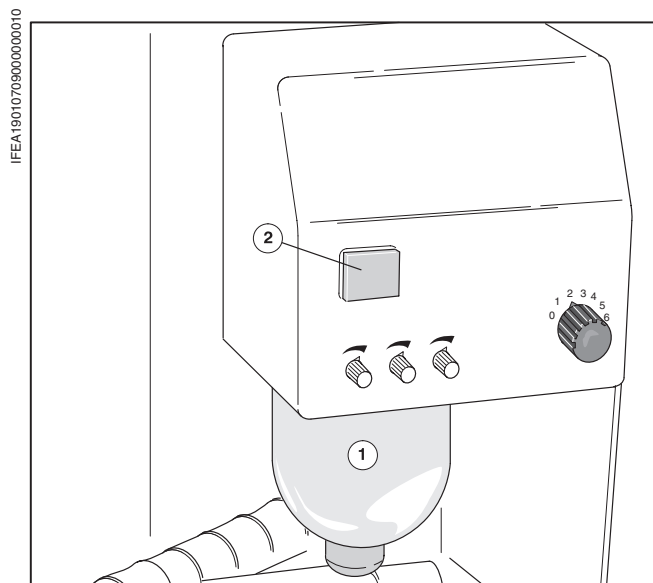

Рис. 13 Загрузка противоотмарывающего порошка
- ❶ Отключить противоотмарывающий аппарат выключателем (Рис. 13/❷).
- ❷ Повернуть и снять стеклянную емкость (Рис. 13/❶).
- ❸ Наполнить емкость порошком. Уровень наполнения: между двумя метками на емкости.
- ❹ Стеклянную емкость (Рис. 13/❶) путем поворота снова закрепить на противоотмарывающем аппарате.